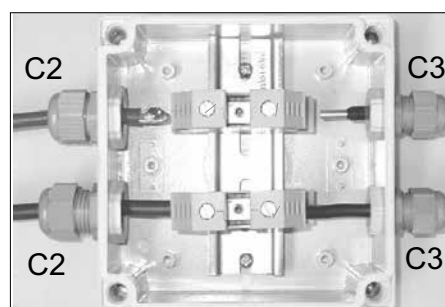

Fig. 4.6.b
Kopplingsboxen ① är delningspunkten för kablarna då Furlex Electric drivenhet skall plockas av från båten. Se fig. 4.6.a.